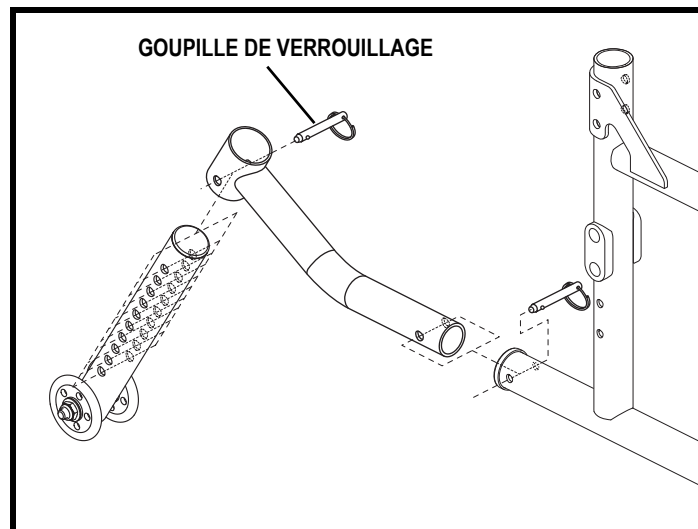

Figure 38. Module de roulette antibasculée
1. Retirer la goupille de verrouillage de la roue antibasculée. **Voir la figure 38.**